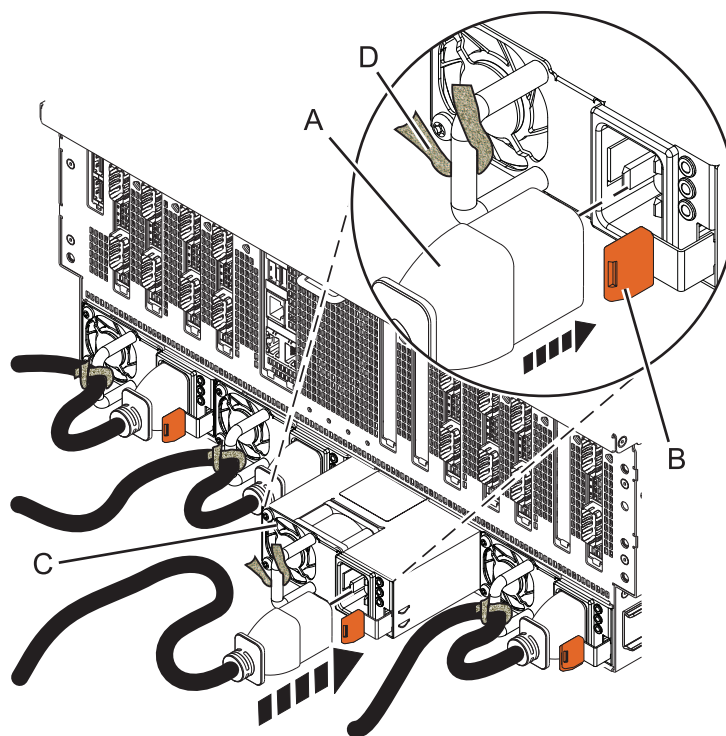
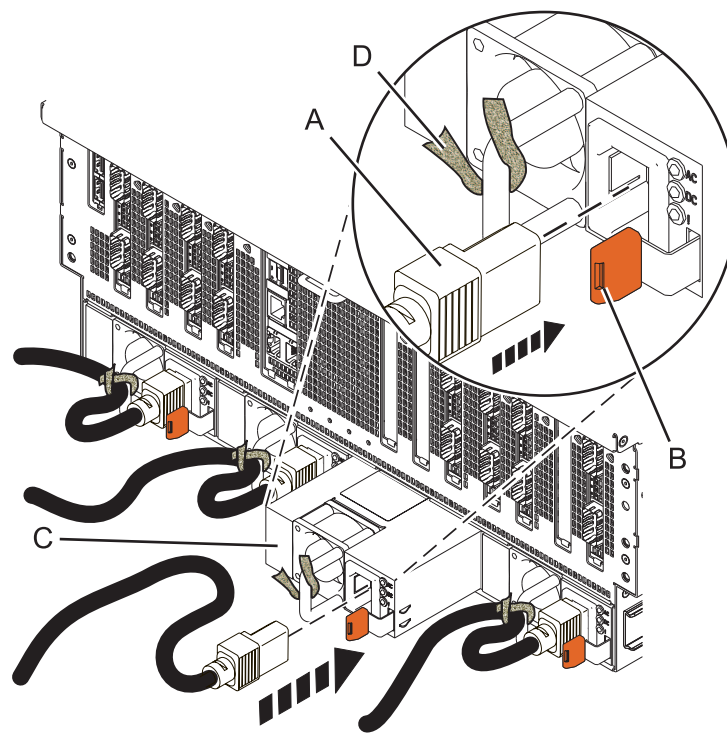

Figura 12. Substituir uma fonte de alimentação no sistema 8408-44E
Figura 13. Substituir uma fonte de alimentação no sistema 8408-E8E
2. Alinhe a fonte de alimentação (C) com o compartimento e faça deslizar a fonte de alimentação para o sistema até o trinco de cor terracota (B) fique fixado, tal como é demonstrado em Figura 12 (8408-44E) ou Figura 13 na página 15 (8408-E8E).
3. Ligar o cabo de alimentação (A) à fonte de alimentação (C), tal como é demonstrado em Figura 12 na página 14 (8408-44E) ou Figura 13 (8408-E8E).
4. Utilizar a presilha (D) e ligar o cabo de alimentação à pega da fonte de alimentação, tal como é demonstrado em Figura 12 na página 14 (8408-44E) ou Figura 13 (8408-E8E).